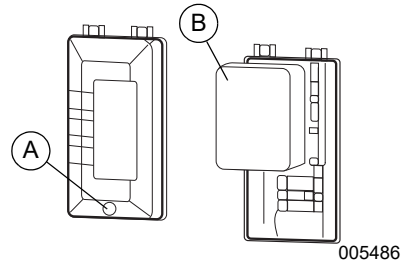

Figure 4-4. Filtre à air
1. Dévissez le boulon (A) et retirez le capot du filtre à air. Voir **Figure 4-4**.
2. Rincez le filtre (B) à l'eau savonneuse. Essorez-le dans un chiffon propre, **SANS LE TORDRE**.